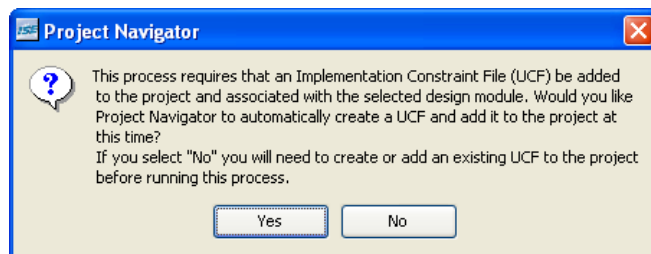

图 2.16 ISE 提示添加 UCF 文件或者生成 UCF 文件
(1) 在 ISE 中 Project Navigator 的“Source in Project”窗口中单击“Source in Project”左边的“+”号，然后双击“Assign Package Pins”或者“Create Area Constraints”，打开 PACE。
(2) 如果项目中没有 UCF 文件，ISE 会提示用户添加 UCF 文件，也可以选择 ISE 自动生成一个 UCF 文件，如图 2.16 所示，这里选择【Yes】，ISE 会自动生成一个 UCF 文件。